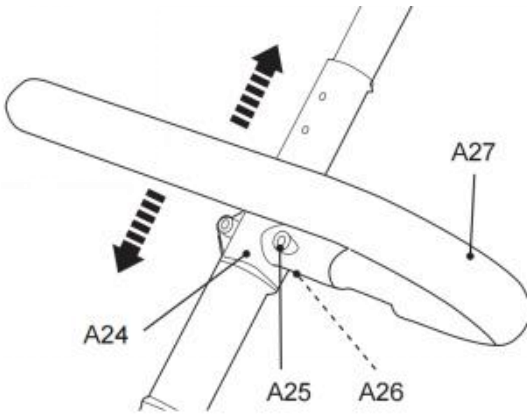

Fig. 35
2. Schieben Sie die Halterung (A24) nach oben oder unten in eine der drei Positionen, bis die Befestigungslöcher übereinanderliegen (Abb. 35).